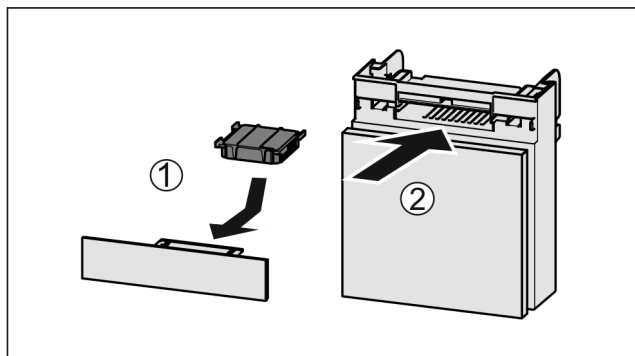

Fig. 135
- ▶ Umetnite filter s aktivnim ugljenom kao što je prikazano na slici Fig. 135 (1).
- ▶ Umetnite pretinac Fig. 135 (2).